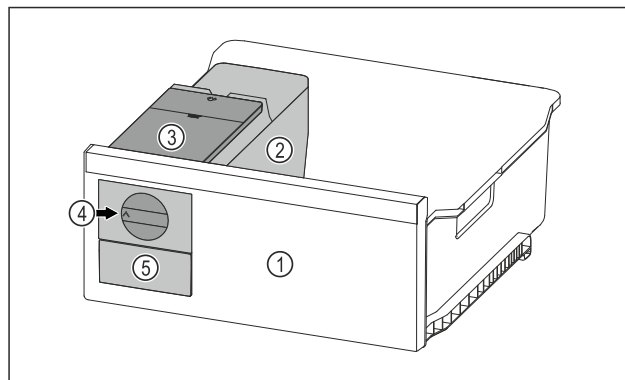

Fig. 68 Ilustrační zobrazení
- ▶ Otočte otočný knoflík Fig. 68 (4) ve směru hodinových ručiček až na doraz.
- ▷ Kostky ledu padají z misky na kostky ledu do zásuvky na kostky ledu Fig. 68 (5).